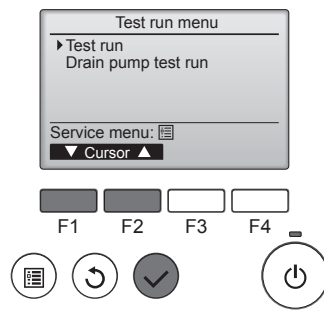

Fig. 5-4
- С помощью кнопки **F1** или **F2** выберите пункт "Test run" (Тестовый прогон) и нажмите кнопку . (Fig. 5-4)